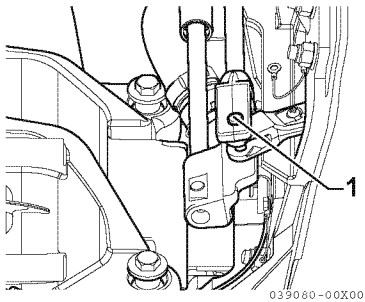

Figura 7
3. Lubrifique o pino do gancho de segurança do sistema de direcção (1, **Figura 7**).